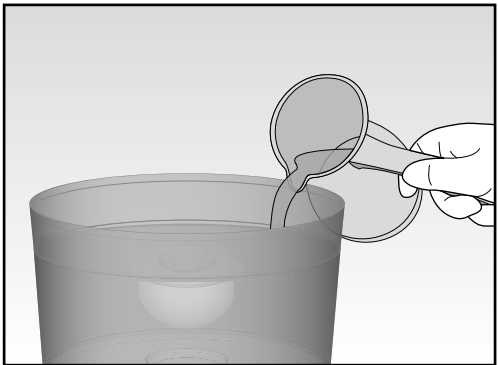

Fig. 6
- Pour clean water into the top tank (G) as far as the "MAX" level on the tank itself (Fig. 6).
- Versez de l'eau propre dans le réservoir supérieur (G) jusqu'au niveau "MAX" indiqué sur le réservoir (Fig. 6). Pendant que vous versez l'eau, placez un verre sous le bec verseur et poussez le levier (C) en arrière pour prélever l'eau. Répétez cette opération plusieurs fois.